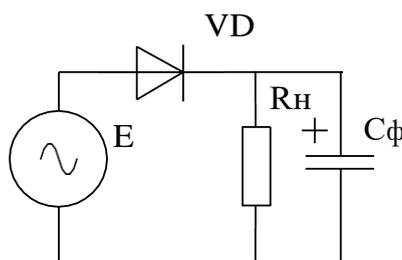

Рис. 5. Принципиальная схема однополупериодного выпрямителя.
4. Нарисуйте связи между компонентами в соответствии со схемой выпрямителя (рис. 5).